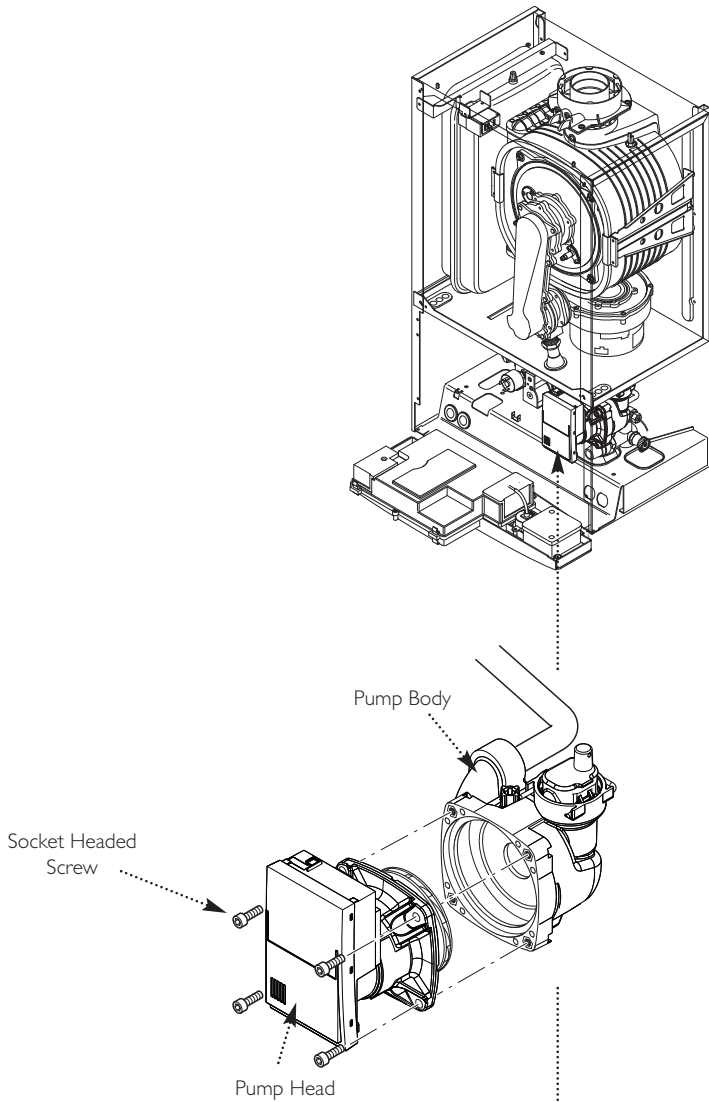

Fig. 57
13.13 Pump - Head Only (Fig. 57)